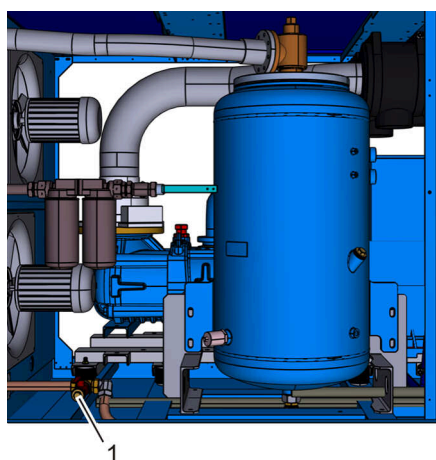

Рис. 39: Отверстие для слива масла
5. Осторожно откройте отверстие для слива (Рис. 39/1) и проверьте вытекающую жидкость.
7. Закройте отверстие для слива масла (Рис. 39/1) ↪ Приложение В «Моменты затяжки винтов» на странице 124.